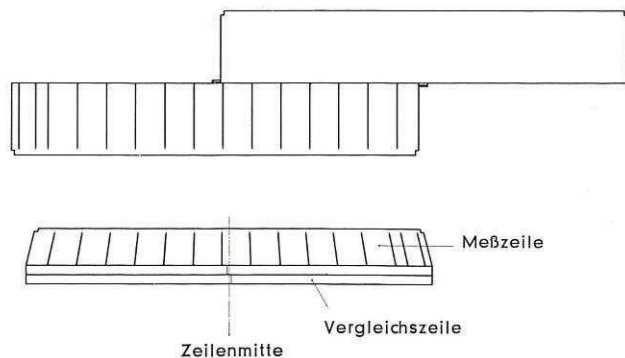

Abbildung 27: Zwei verschiedene Prüfmethode der Zeilenmitte.
wurde. Das Zusammentreffen der beiden Schraubstockbacken in der Zeilenmitte kann auf verschiedene Weise nachgeprüft werden, wie es die Abbildung 27 darstellt.
1. Die beiden Schraubstockbacken treffen links außerhalb der Zeilenmitte zusammen (Abbildung 27). Die linke Schraubstockbacke hat dabei einen kürzeren Weg als die rechte zurückgelegt, weil das Zahnspiel zwischen dem Ritzel und den beiden Zahnstangen der Schraubstockbacken ungleich verteilt war. Dadurch konnte keine exakte Einmittung durch das Zentrier-Ritzel erfolgen.